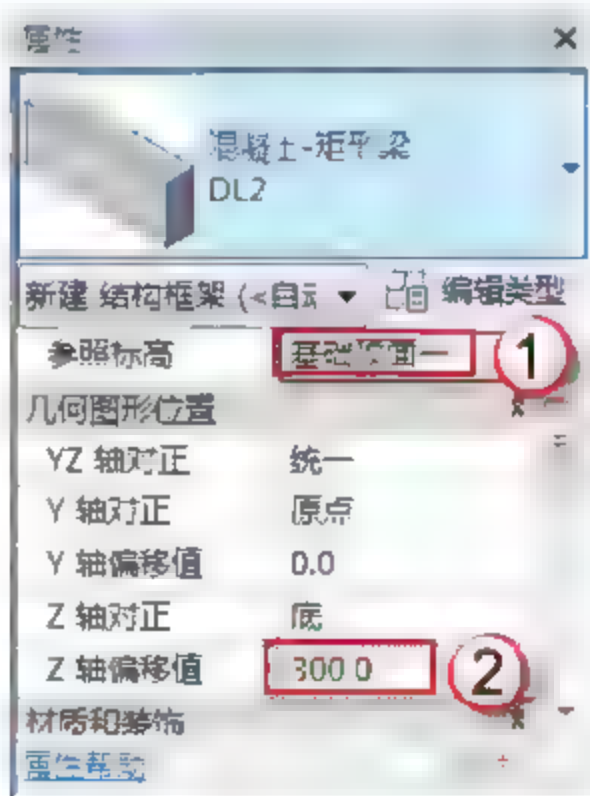
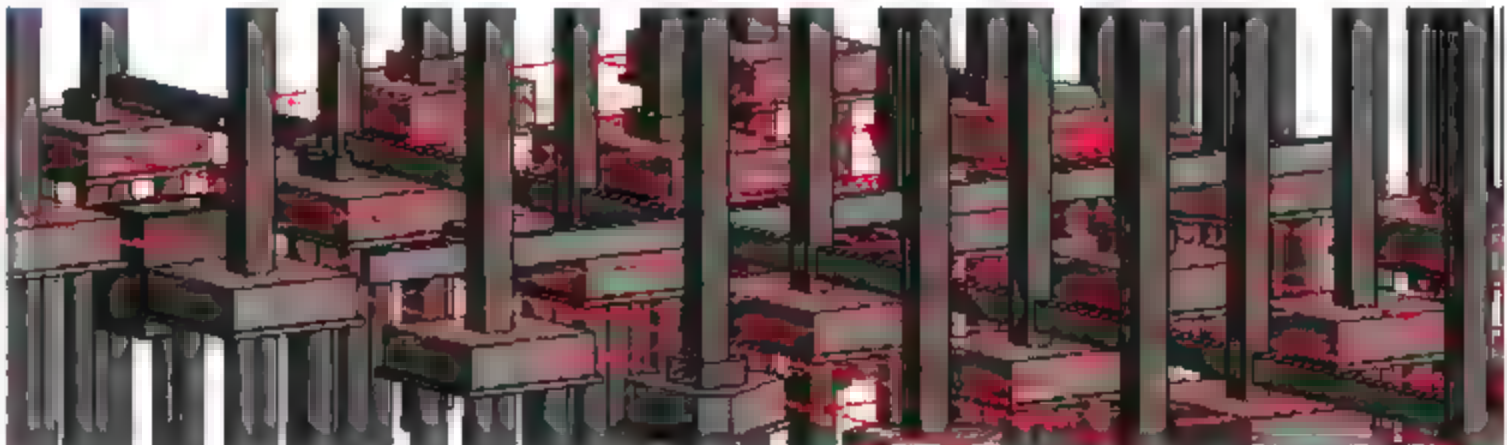

图 3.1.53 设置 Z 轴偏移值
图 3.1.54 绘制 DL2
(7) 绘制 DL2。选择“结构”→“梁”命令，在“属性”面板中调整参数标高（基础顶面），Z 轴偏移值 300 个单位，如图 3.1.53 所示。找到 DL2 的位置从一侧向另一侧绘制，如图 3.1.54 所示。